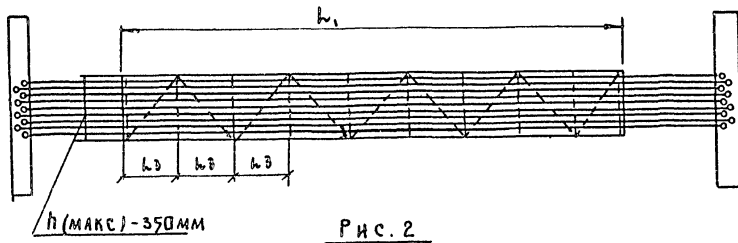

Рис. 2
7. Провода для гибкой ленты нарезаются отрезками равной длины, с учетом вшитой части и свободных концов (по проекту) и укладываются на козлы (рис. 2 и 3). Провода меньшего сечения занимают середину ленты, последующие провода укладываются симметрично по возрастанию к краям сечению (рис. 1).
9. Брезент берут, протягивают его под проводом и раскладывают на козлах, оставляя равные концы проводов с обеих сторон, не подлежащих обшивке. Свободные концы проводов нужны для дальнейшего монтажа в клеммных коробках (рис. 2 и 3).
После окончания прошивки канатов делают разметку поперечных швов, шаг которого равен ширине ленты L₃ (рис. 2). По намеченной разметке прошивают ленту поперечными швами. Последующая прошивка по диагонали между поперечными швами (рис. 2).